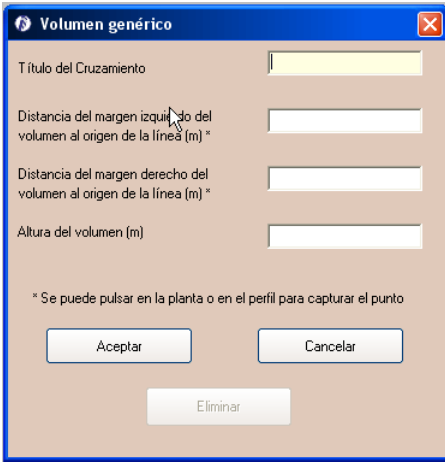

Figura 5.50. Cruzamiento con ríos y canales
- Cruzamiento genérico () , el programa da esta opción para que el usuario introduzca un cruzamiento genérico distinto de los anteriores. En la ventana de volumen genérico (Figura 5.50) podemos introducir un cruzamiento indicando: